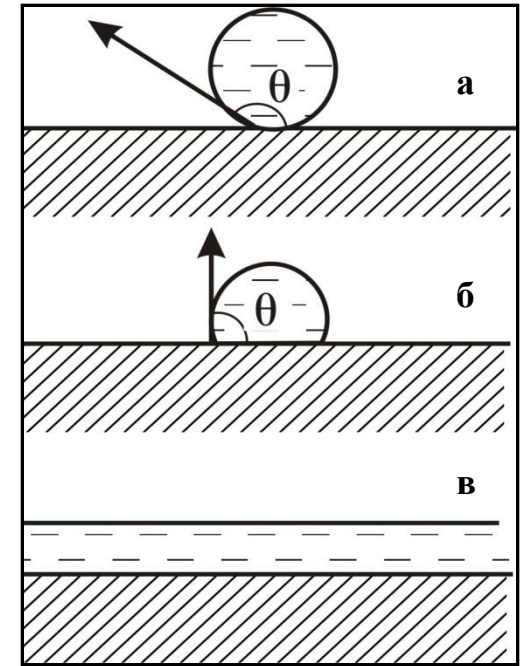

Рис.2. Иллюстрация поверхностей по отношению к смачиванию
2. $180^\circ > \theta > 90^\circ$, $-1 < \cos\theta < 0$. Наблюдается явление несмачивания. Поверхность называется **лиофобной** (рис. 2, а).
3. $\theta = 90^\circ$, $\cos\theta = 0$. Инверсия смачивания, то есть граница между лиофильностью и лиофобностью (рис. 2, б).
4. $\theta = 0^\circ$, $\cos\theta = 1$. Полное смачивание или растекание (рис. 2, в).